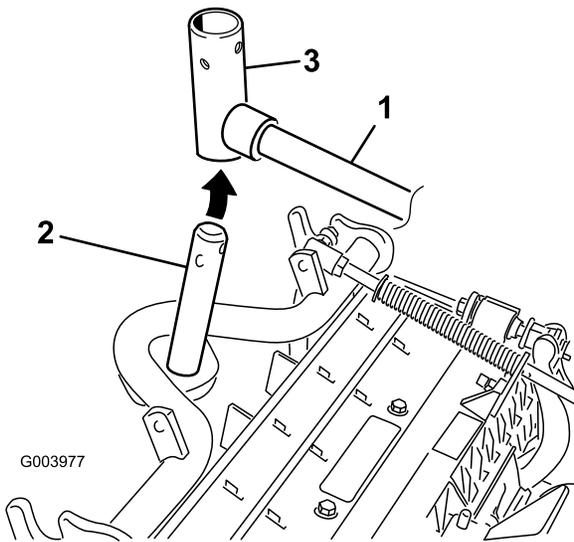

図 8
7. フロントに取り付けるカッティングユニットは、昇降アームの下に入れるときにキャリアフレームのシャフトを昇降アームのピボットヨークに挿入する 図 8。
B. 昇降アームのヨークをキャリアフレームのシャフトに通す(図 8)。